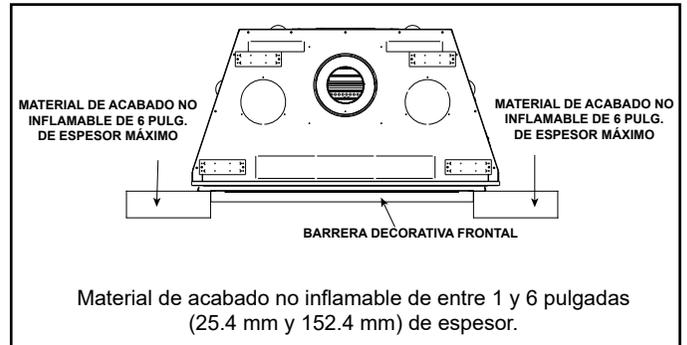

Figura 10.12 Montaje interior de la barrera decorativa frontal
- Montaje interior como se muestra en la Figura 10.12. La barrera decorativa frontal se coloca dentro de la abertura del aparato.